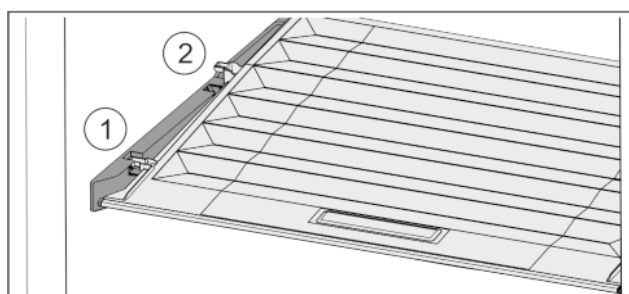

Fig. 35
- ▶ Pokrov povlecite naprej Fig. 35 (1) do odprtine v držalnih delih.
- ▶ Zadaj ga od spodaj dvignite in odstranite Fig. 35 (2) navzgor.